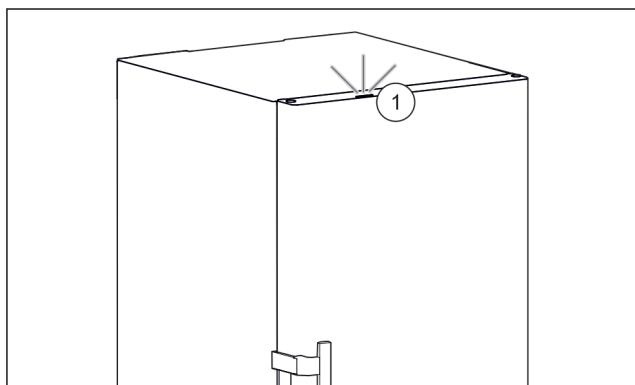

Fig. 90 Aktív állapotjelző lámpa zárt ajtó esetén
- ▶ Állapotjelző lámpa Fig. 90 (1) aktiválva.